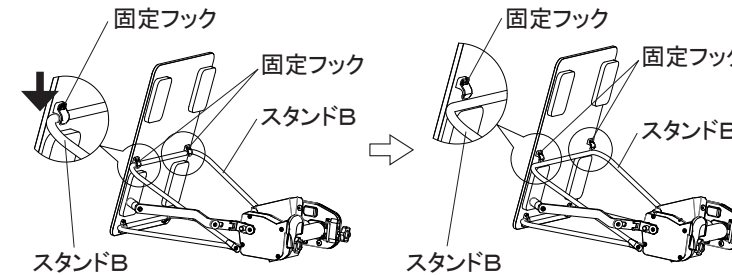
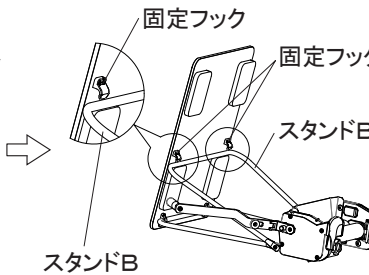

図11
図12
2. 本体を図11の状態にして、スタンドBを両手で図11の矢印の方向に押し下げ図12のように固定フックから外してください。